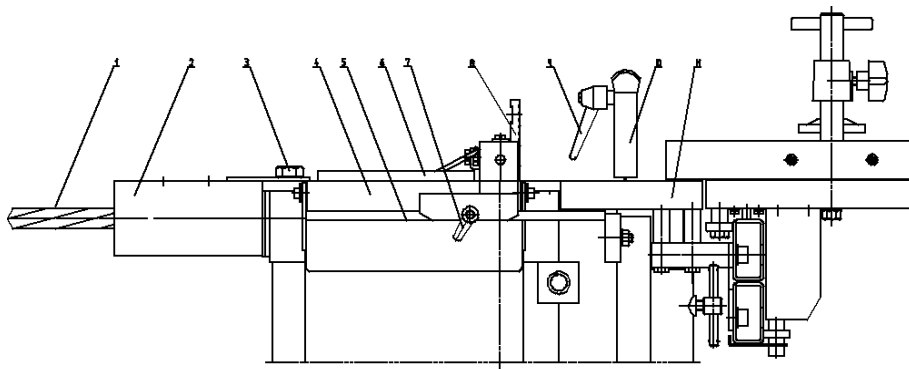

Рис.13
- Как показано на Рис.13, заблокируйте направляющую 8 фиксатором 7, крышку 6 закрепите на направляющей 8 и полностью закройте вал. Закрепите кожух 10 на ноже запорной планкой 9.
- Вставьте сверло 1 и закрепите запорным винтом. (Рис.13).
- Поставьте кожух 2 и закрепите винтом 3 (М8×12 см. Рис.13).